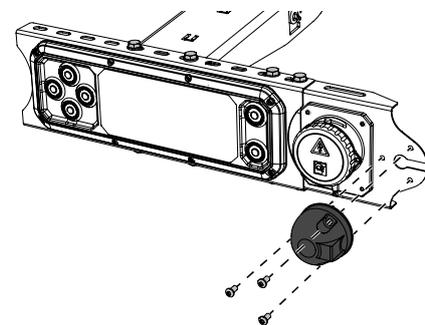

Figure 49. Montage du connecteur de l'actionneur portable CD 18.
5. Si le hayon élévateur doit être équipé de l'actionneur portable CD 18, montez son connecteur sur le support, voir Figure 49.